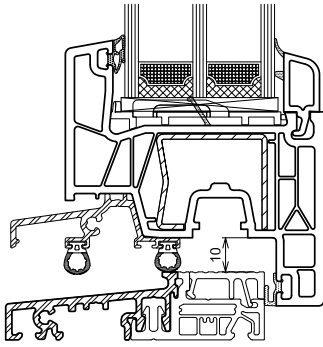

Abb. 1
- Pfosten 2 gemäß Fräßbild (Seite 16, Abb. 1) beschneiden.
Bei Anwendung des Wetterschenkels A062 mit der Schwelle ist ein **unteres Kammermaß von 10 mm** einzuhalten (siehe Abb.1)!